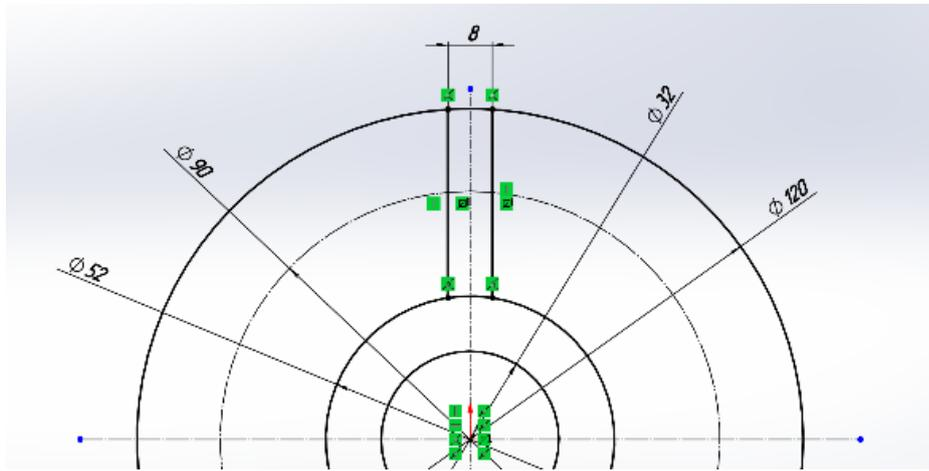

Рисунок 2.8 – Побудова вертикальних відрізків симетрично відносно осі
7. Будемо дві вертикальні лінії згідно до завдання. Якщо одразу не вдалося побудувати вертикальні лінії, то треба буде ще раз натиснути відповідну лінію й через контекстну панель інструментів (з'явиться праворуч від лінії) обрати взаємозв'язок **Вертикальність** . Накладаємо взаємозв'язок **Симетричність** відносно вертикальної осі симетрії. Для цього потрібно натиснути на перший відрізок, далі затиснути клавішу **Shift** й вказати на другий відрізок і ось симетрії. Активується *Менеджер властивостей* де можна обрати відповідний взаємозв'язок **Симетричність** або через контекстну панель інструментів обрати . Далі підтверджуємо вибір натиснувши кнопку Ок . Програма автоматично розташує відрізки симетрично відносно осі. Проставити розміри (рис. 2.8).